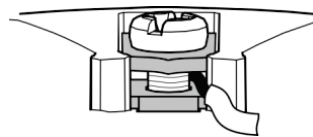

Рисунок 3 – Монтаж провода
- выполнить подключение внешних электрических цепей. Провода следует монтировать между пластинами (см. рисунок 3);